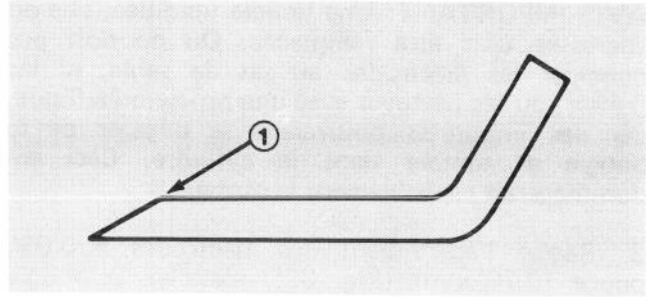

Figure 37
AVIS IMPORTANT: Aiguiser le côté supérieur de la lame et maintenez l'angle de coupe d'origine pour assurer un taillant bien tranchant (Fig. 37). La lame restera équilibrée si vous enlevez la même quantité de métal aux deux extrémités de la lame.
5. A l'aide d'une lime, aiguiser le taillant aux deux extrémités de la lame (Fig. 37).